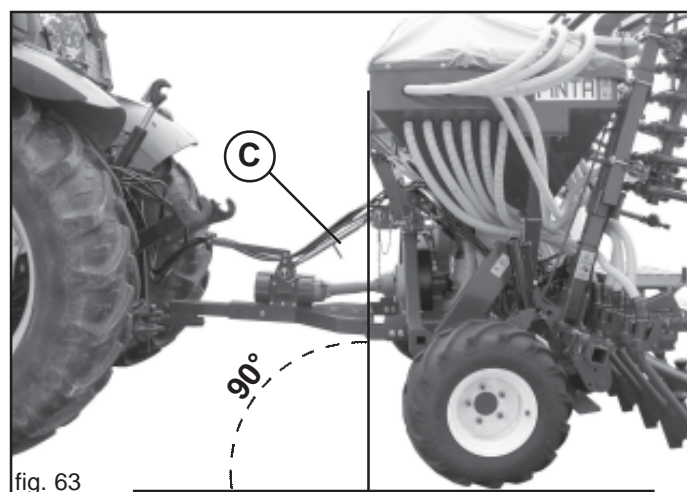

fig. 63
- 1) Appliquer l'équipement au crochet d'attelage du tracteur. Bloquer le goujon d'attelage avec la goupille de sécurité; au moyen du tirant de réglage (C, Fig. 63) faire en sorte que le semoir soit perpendiculaire au terrain (Fig. 63).